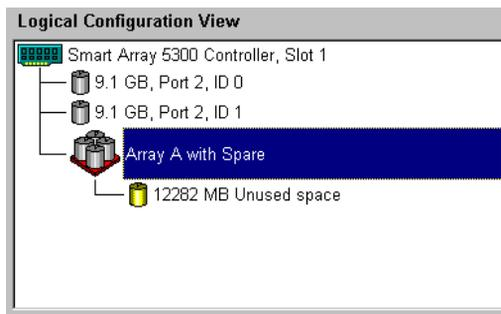

Abbildung 7-16: Logical Configuration View (Ansicht der logischen Konfiguration) eines Beispiel-Arrays
Das Fenster **Logical Configuration View** (Ansicht der logischen Konfiguration) sieht nun aus wie in Abbildung 7-16 gezeigt.
1. Wählen Sie im Fenster **Logical Configuration View** (Ansicht der logischen Konfiguration) unter Array A die Optionen **Array A** oder **Unused Space** (Unbelegter Speicher) aus (Abbildung 7-16).